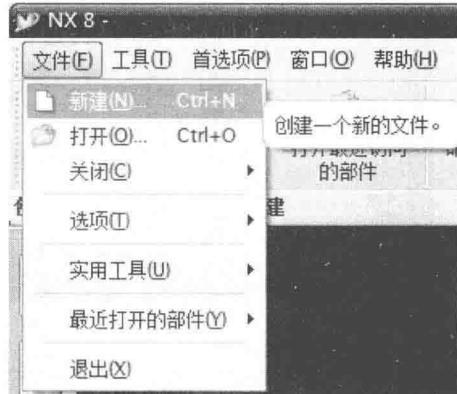

图 1-15 新建文件
(3) 依次单击下拉菜单栏中的【文件】—【新建】命令 新建(N)...，如图 1-15 所示，或者单击菜单栏中的新建图标 ，创建一个新的文件。